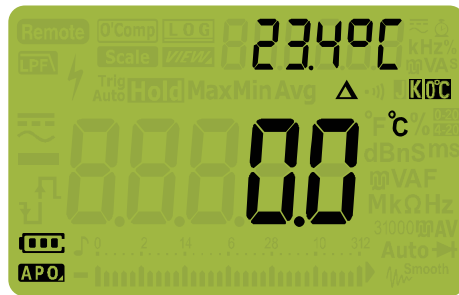

Figure 2-29 Mesure de température sans compensation ambiante
- 1 Pour mesurer la température, placez le commutateur rotatif sur la position \rightarrow et appuyez une fois sur . Configurez votre multimètre conformément à la Figure 2-29.